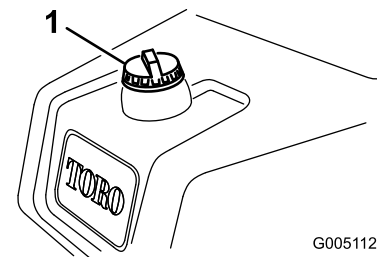

Bild 25
1. Reinigen Sie den Bereich um den Tankdeckel herum und nehmen Sie den Deckel ab (Bild 25).